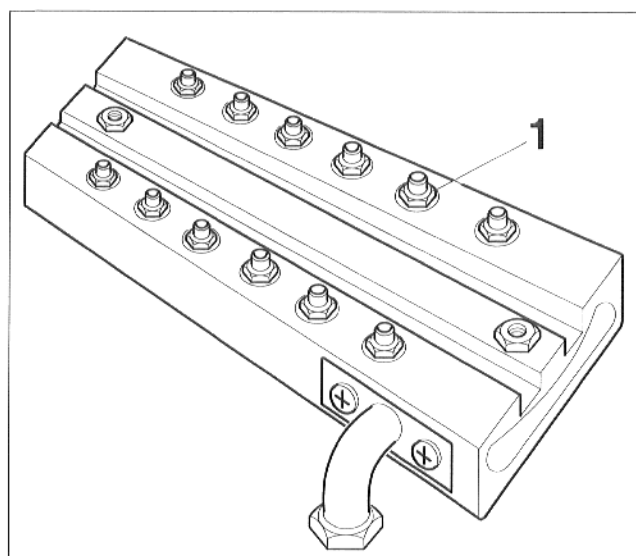

Abb. 36 Düsenplatte
- Düsen (Abb. 36, Pos. 1) anhand der Kennzeichnung überprüfen: